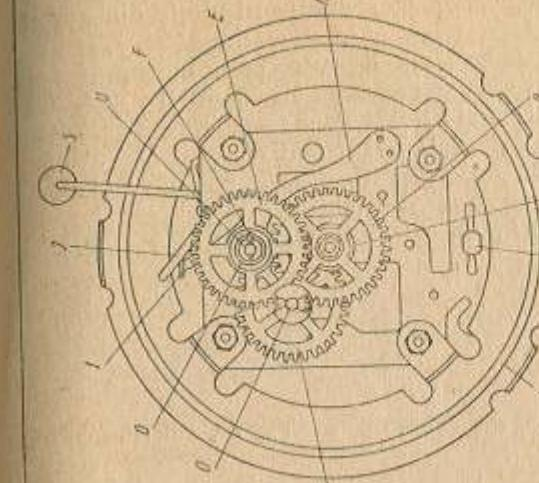
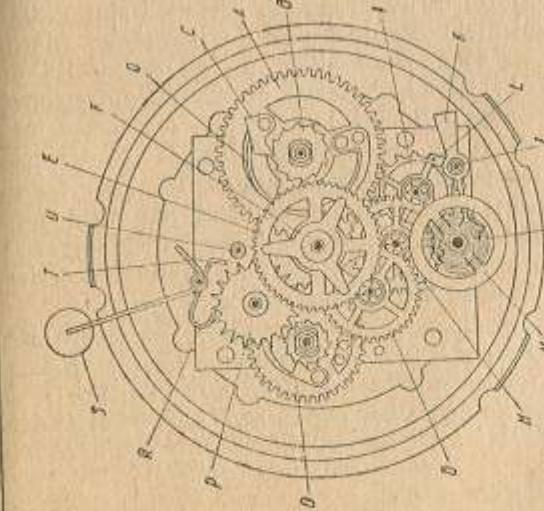

Fig. 38. Mecanismul deșteptătorului din partea dreapta:
Fig. 37. Mecanismul de mers și al soneriei la deșteptător:
5. Prin indoirea cuielor care se află în cadrul deșteptătorului, se scoate cadrul; se îndepărtează apoi știflul F, și se scoate roata declanșatoare a soneriei E, roata orarului B și roata schimbătoare C (fig. 38). Operația următoare este desfășurarea arcului.
7. Pe arborele roții de întoarcere se înșurubeză cheia de întoarcere și, ținind-o puternic cu mîna dreaptă, cu ajutorul unei pensete sau a surubelnitei din mîna stîngă se ridică clichetul C (fig. 37) de pe roata cu clichet, B; desfășurind arcul cu o jumătate de rotație, clichetul se coboară la loc. Schimbînd poziția mîinii, mișcarea se repetă din nou. În felul acesta se desfășoară arcul în întregime, treptat. Pentru a avea mîinile libere, ceasornicarului începător i se recomandă să execute această operație, fixînd cadrul în punctul L (fig. 38) între fâlcile menghinei de bancă.
10. Pinionul minutuarului A (fig. 38) este montat strins pe axul roții centrale; ceasornicul trebuie să posede o sculă (v. fig. 12), care să-i permită să scoată pinionul cu una—două lovitură date cu ciocanul de alamă pe axul acestei roți.